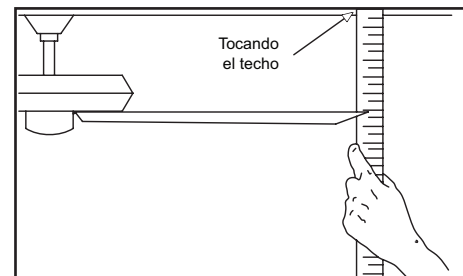

Figura 13
2. La mayoría de los problemas de oscilación del ventilador se deben a que las aspas no están al mismo nivel. Verifica este nivel seleccionando un punto en el techo sobre la punta de una de las aspas. Mide desde un punto en el centro de cada asa al punto en el techo. Mide esta distancia como muestra la Figura 13. Gira el ventilador hasta que la siguiente asa quede en posición para medir. Repite el procedimiento para cada asa. Las desviaciones de la medición no deben pasar de 1/8" (3.2 mm). Enciende el ventilador por 10 minutos.